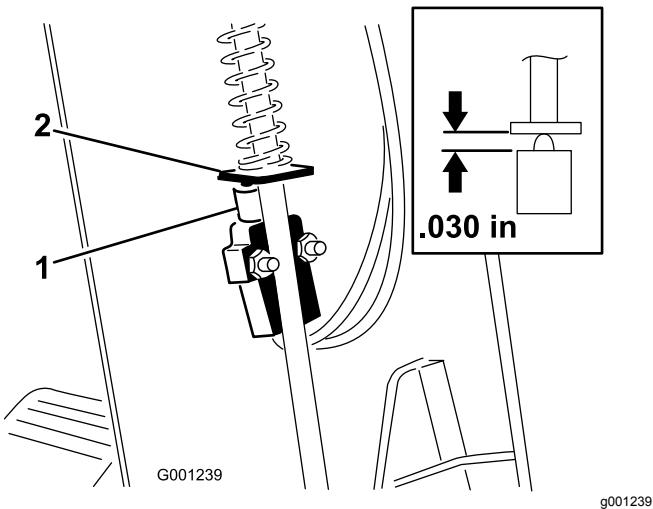

Figura 73
3. Faça deslizar a cobertura para cima, ao longo do veio de direção, de modo a expor o interruptor do travão de estacionamento (Figura 73).
5. Alinhe a aleta da barra do travão de estacionamento com o êmbolo do interruptor (Figura 73).
6. Pressione a barra do travão de estacionamento para baixo e empurre para cima o interruptor até que o comprimento em compressão do êmbolo do interruptor seja de 0,7 mm; consulte Figura 73.